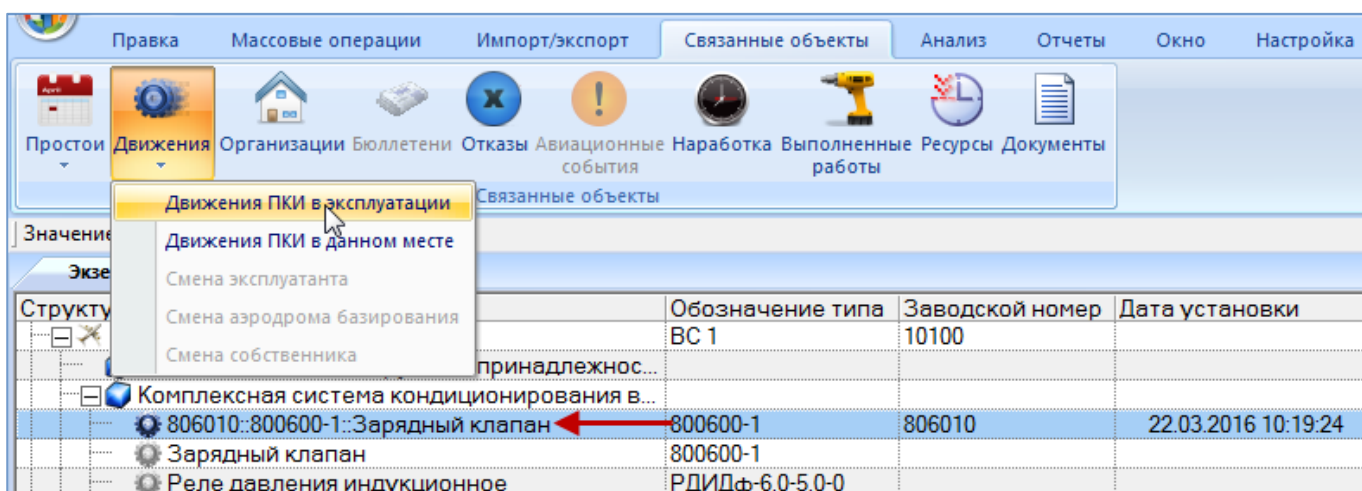

Рис. 13-167 – Открытие окна движений ПКИ в эксплуатации
3) Нажать кнопку «Движения» панели «Связанные объекты» и из раскрывшегося списка выбрать пункт «Движения ПКИ в эксплуатации» (рис. 13-167).